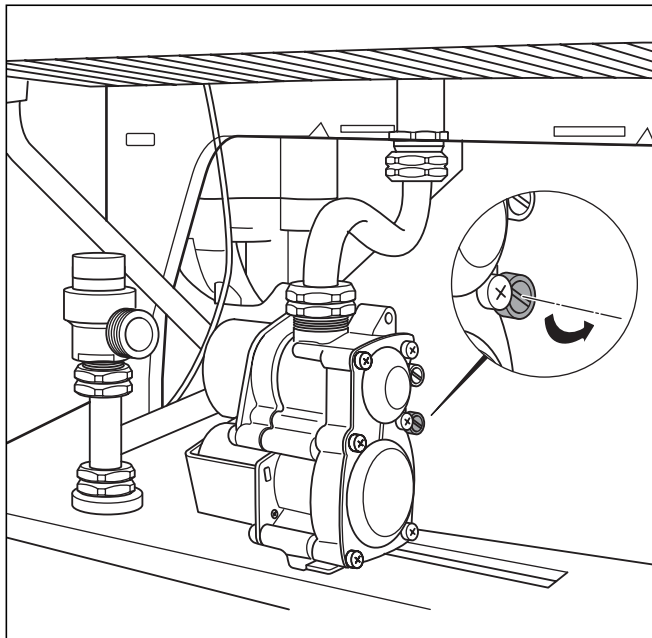

Fig. 6.1 Bocchettoni per la misurazione della pressione di allacciamento del gas
- Svitare la vite di tenuta del bocchettone per la misurazione della pressione di allacciamento (vedi fig. 6.1 Bocchettoni per la misurazione della pressione di allacciamento del gas).